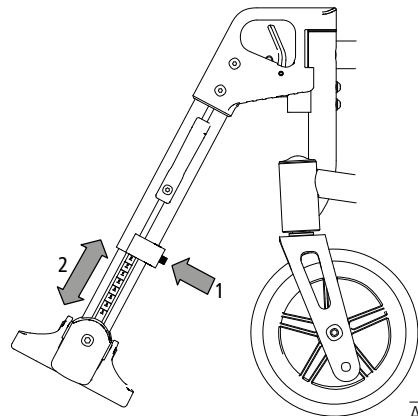

Abb. 34
1. Vid behov kan skruven på baksidan av benstödet (1, bild 34) skruvas ut tills benstödetts undre del kan skjutas in och ut i övre delen (2, bild 34).